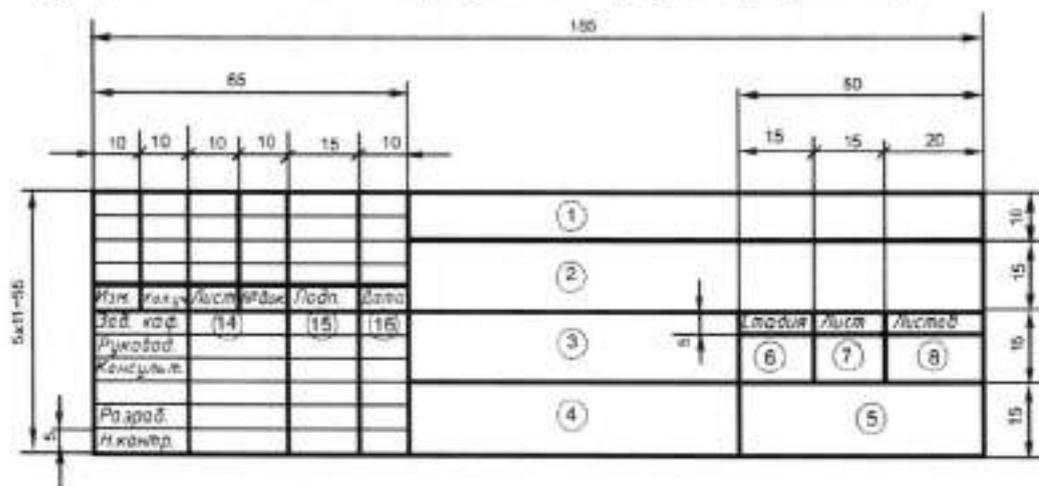

Рисунок 1.6 - Форма 3 (ГОСТ 21.101-97*)
- листов графических документов – форме 3 (рисунок 1.6);